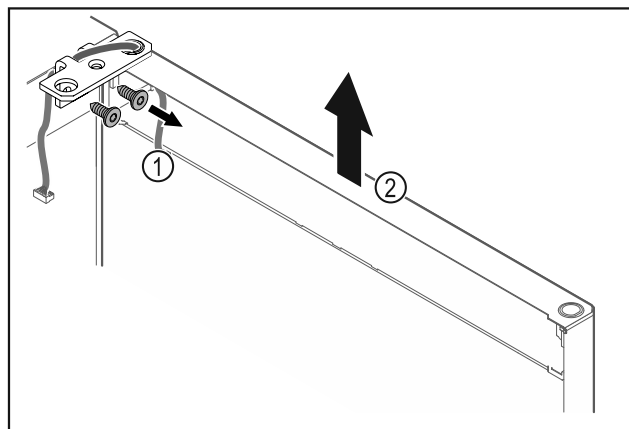

Fig. 21
- Scharnierhoek Fig. 21 (1) losschroeven.
- Deur inclusief scharnierhoek Fig. 21 (2) circa 200 mm recht omhoogtillen en verwijderen.